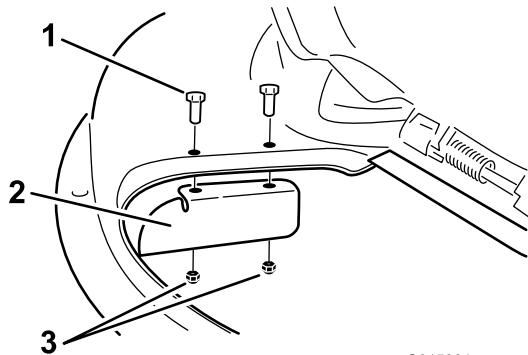

Figura 31
9. Instale o abafador de corte na plataforma do cortador (Figura 31).
3. Retire o abafador de corte da plataforma do cortador (Figura 31).